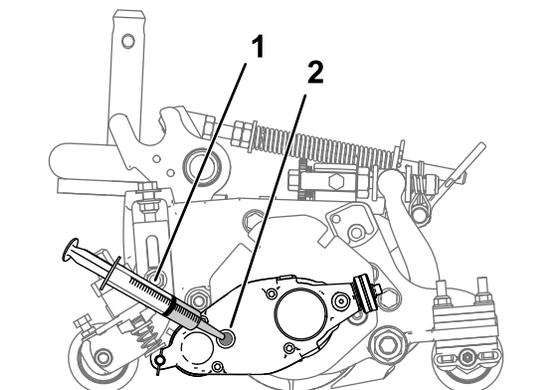

**Figura 24**
5. Incline a unidade de corte para trás para o apoio até a porta de drenagem estar no fundo para assegurar uma drenagem completa (Figura 24).